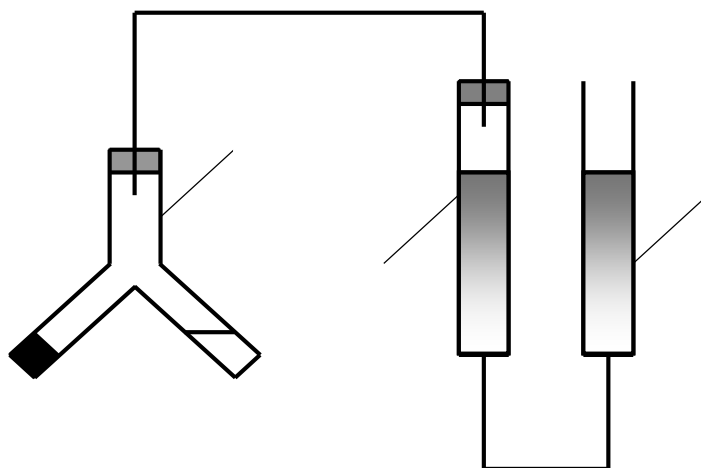

Рисунок 1. Схема прибора для определения объема выделившегося газа: 1 – измерительная бюретка, 2 – двухколенная пробирка Оствальда, 3 – уравнивающая бюретка.
Определение производят с помощью прибора (рис. 1), состоящего из измерительной бюретки (1) на 25...50 мл, двухколенной пробирки Оствальда (2) и уравнивающей склянки или бюретки (3). Бюретки укрепляют в штативе и заполняют дистиллированной водой. В исходном состоянии жидкость в сосудах 1 и 3 должна находиться на одном уровне.
1. В одно колено пробирки Оствальда (рис. 1) налейте 1,5 мл 3%-ного раствора H_2O_2 , в другое – 0,5 мл 0,1 М $\text{K}_2\text{Cr}_2\text{O}_7$.
3. Проверьте прибор на герметичность. Для этого уравнивающий сосуд (3) поднимите на 10...15 см и закрепите в этом положении. Если прибор герметичен, то уровень жидкости в нём остается постоянным. Если прибор не герметичен, проверьте, плотно ли закрыта пробирка Оствальда (2) пробкой.
4. После проверки герметичности прибора установите бюретку (1) и сосуд (3) таким образом, чтобы жидкость в них находилась на одном уровне.
5. Отметьте положение уровня жидкости (мениска) в бюретке (1) – V_0 .
6. Осторожно поверните пробирку (2) так, чтобы растворы смешались и включите секундомер.